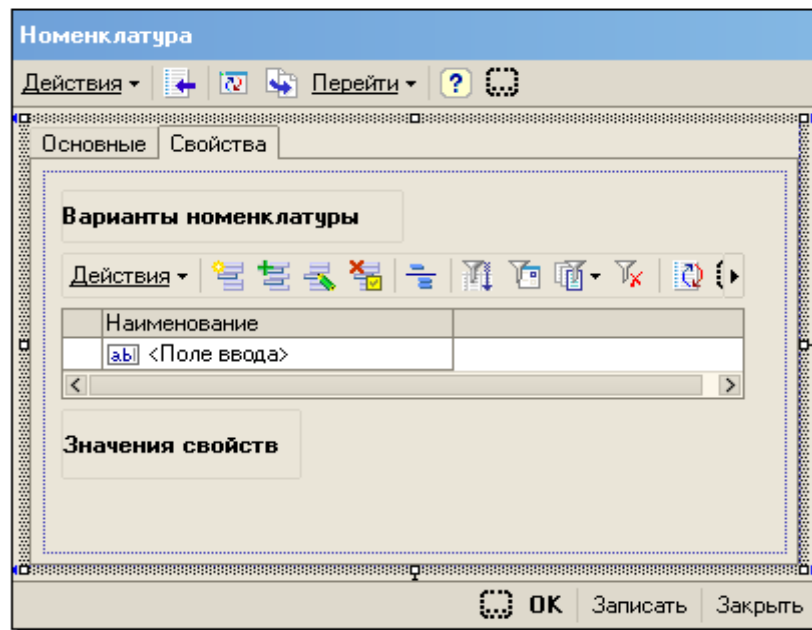

Рис. 127
- под табличным полем поместим еще один элемент управления **Надпись** с именем **НадписьЗначенияСвойств** и заголовком **Значения свойств**, в палитре свойств поля укажем свойство шрифта **Жирный** (рис. 127);